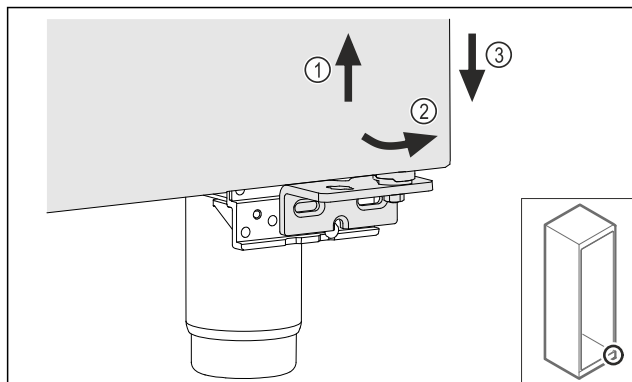

Fig. 27
- ▶ Nadvihnite zľahka dvere Fig. 27 (1), dole ich preklopte dopredu Fig. 27 (2) a spustite dolu Fig. 27 (3).